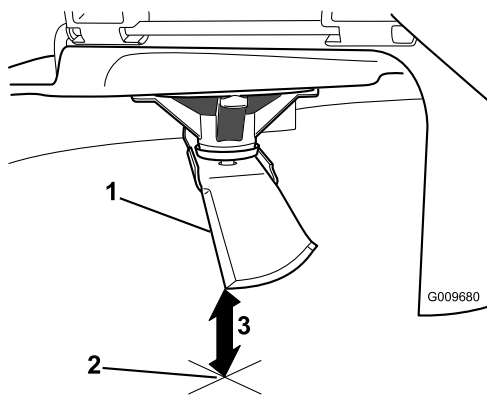

Figura 51
5. Meça da ponta da lâmina até à superfície plana (Figura 51).